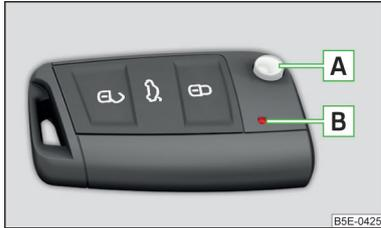

Fig. 36
**Función y descripción de la llave » fig. 36**